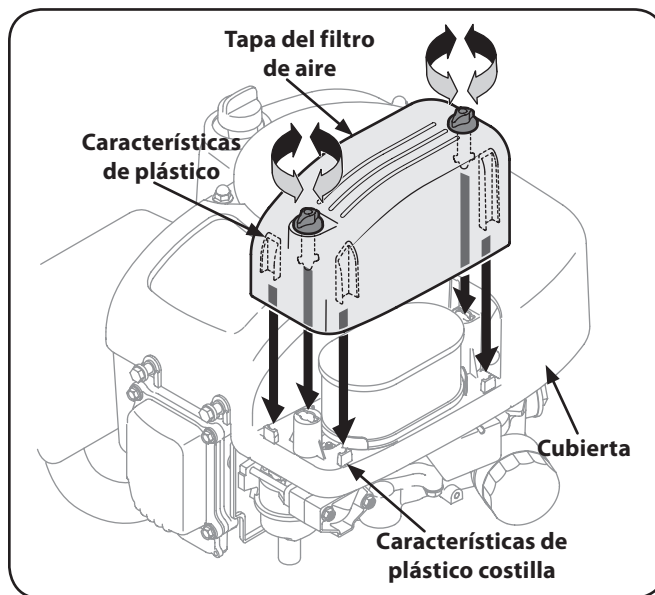

Figura 6-8
6. Coloque la tapa del filtro de aire y asegúrese de alinear tornillos de mariposa y las características de plástico costilla en la cubierta de las características de plástico en la tapa del filtro de aire. Vea la Figura 6-8. Gire tornillos en sentido horario hasta que quede ajustado. Revise si hay desalineación.